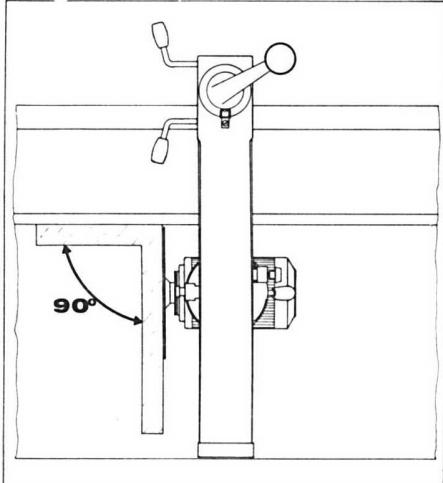

Fig. 8
With the miter engaged and arm clamp handle locked, place a wide board (25x300mm approx. if available) against the guide strip. Cross cut this board. Check cut with a steel square. If cut is not square, the arm is out of alignment with the guide fence. (Fig. 8).
Accertarsi che il nasello del punto fisso del braccio sia bene inserito nella cava a "0°" del collare colonna e che la leva di bloccaggio del braccio sia ben stretta; mettere una tavola abbastanza larga contro la battuta e troncarla. Controllare il taglio con una squadra di acciaio, se questa non è perpendicolare al lato posto contro la battuta significa che il braccio non è perpendicolare alla battuta stessa e quindi necessita una regolazione. (Fig. 8).
2. Loosen the 2 nuts (B).
3. Place steel square on table top with one angle against guide fence and the other at angle of 0° cross-cut. (Fig. 8).
5. If saw blade move toward square as it comes forward, disengage mitre latch (C), with handle (D), loosen mitre adjusting screw (E1) and tighten miter adjusting screw (E2), re-engage mitre latch. Check and repeat if necessary.
6. If saw blade moves away from square as it comes forward, disengage mitre latch (C) with handle (D). Loosen mitre adjusting screw (E2) and tighten mitre adjusting screw (E1), re-engage mitre latch. Check and repeat if necessary.
7. When saw travel is parallel to square for entire length, lock adjusting screws in place by tightening nuts (B). Ensure that adjusting screws (E1 and E2) are held in position, when tightening nuts (B). Observation: Do not tighten adjusting screws (E1 and E2) to such an extent that mitre latch cannot move freely.
2. Allentare i due dadi (B).
3. Mettere la quadra di acciaio sul tavolo con un lato contro la battuta (Fig. 8).
5. Se la lama, avanzando, si sposta a sinistra, sbloccare il nasello del punto fisso (C) agendo sulla leva (D), allentare più o meno il grano sinistro (E1) secondo l'entità da dare alla correzione e stringere il grano destro (E2). Rimettere a posto il nasello del punto fisso (C) agendo sempre sulla leva (D) ed eseguire un altro controllo della perpendicolarità. Se la regolazione data non fosse sufficiente regolare di nuovo.
6. Al contrario, se avanzando, la lama si sposta a destra, procedere in senso inverso, sbloccare sempre il nasello (C) allentare il grano destro (E2), serrare quello sinistro (E1) e procedere ad un nuovo controllo, eventualmente regolare di nuovo.
7. Quando la lama è parallela alla quadra su tutta la lunghezza bloccare definitivamente i due grani (E1) (E2) mediante i dadi (B).